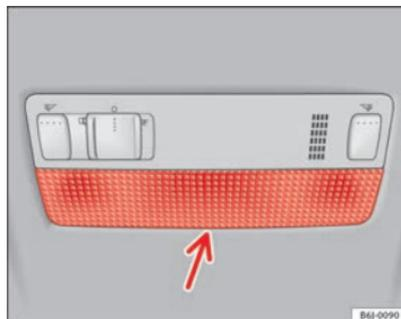

Fig. 175 Luz de lectura delantera
- Introduzca un destornillador fino por su parte plana entre la carcasa y el cristal ⇒ fig. 175.